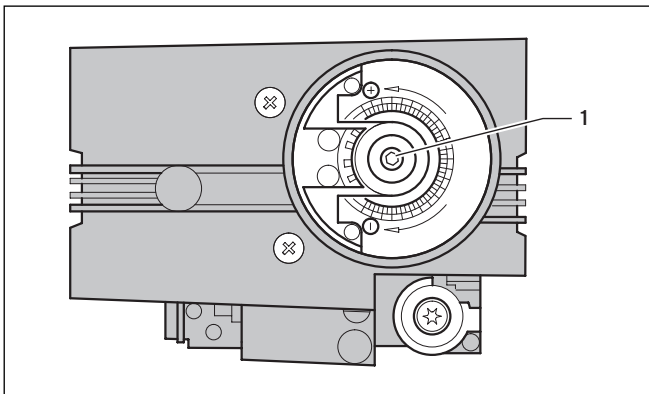

Abb. 6.3 Gasdurchflussschraube
Die Gaseinstellung für die Nennwärmebelastung erfolgt über die Gasdurchflussschraube (1, Abb. 6.3) mittels eines Innensechskantschlüssels 3 mm der Gasarmatur.
- Korrigieren Sie bei Bedarf den CO₂-Gehalt an der Gasdurchflussschraube (1, Abb. 6.3) mittels eines Innensechskantschlüssels 3 mm gemäß Tab. 6.2.